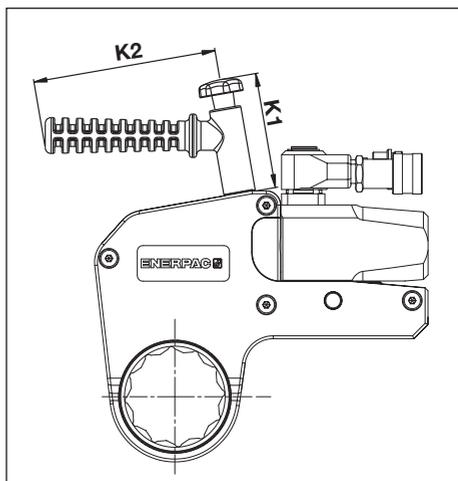

Fig. 26
6.1.4 Dimensiones, palanca de posicionamiento angulada, serie SWH (Fig. 26 - Accesorio opcional)